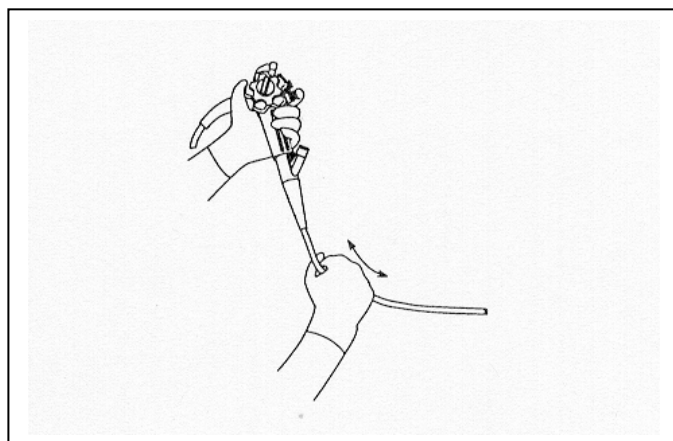

Рисунок 3.2
4. Осторожно проведите пальцами по всей длине вводимой трубки. Проверьте ее на наличие выступающих предметов или других повреждений. (См. рисунок 3-2).